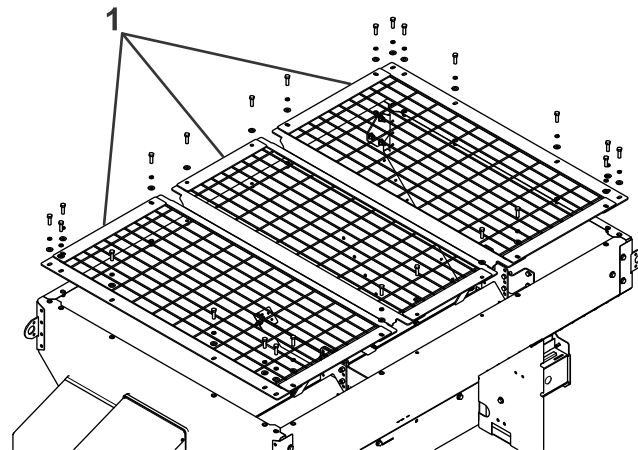

图 3
6. 卸下并保留将顶部滤网固定到撒料机的紧固件 **图 3**。